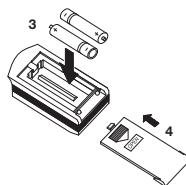

Рис. 6
- 2 Замените два щелочных элемента (AAA) (рис. 6).